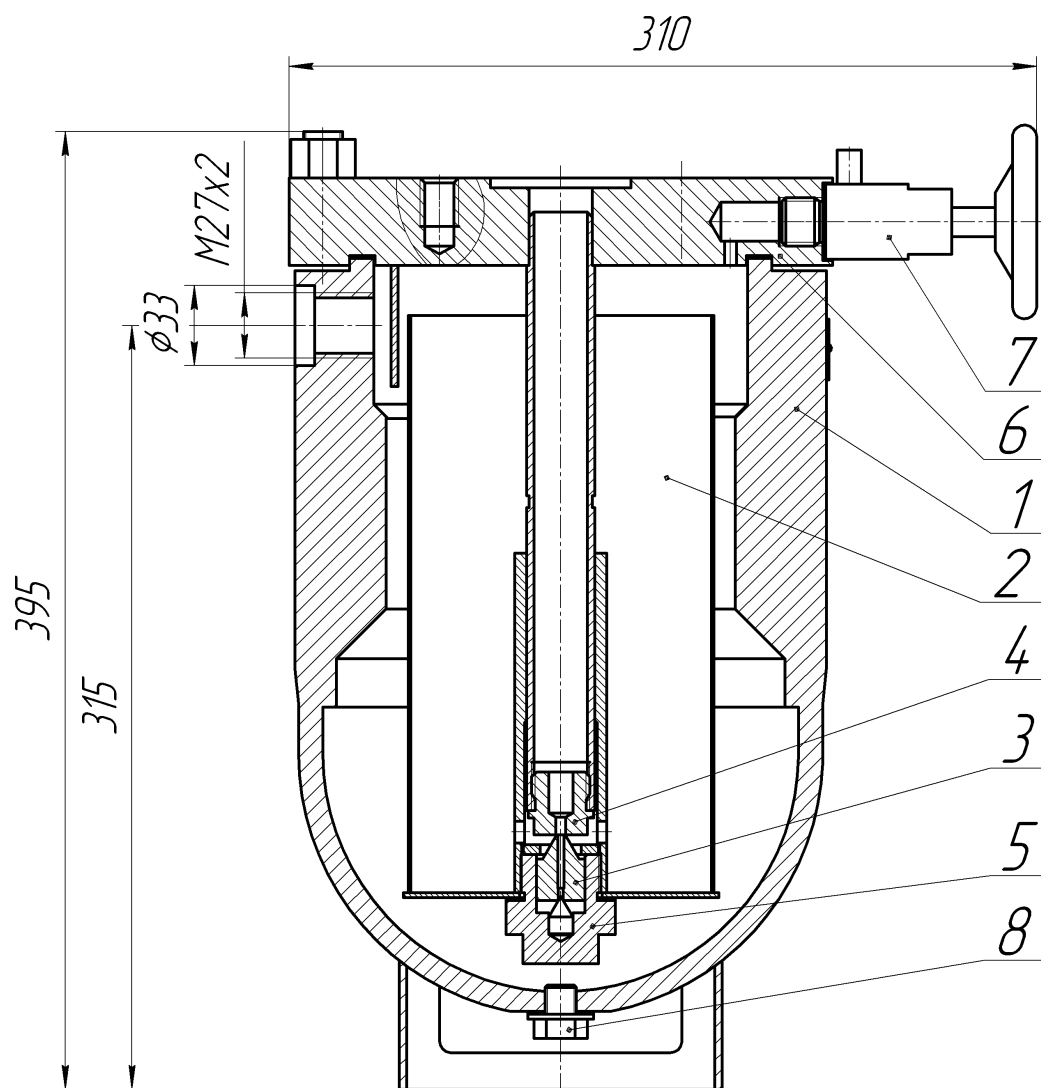

Рисунок 1 – Конденсатоотводчик поплавковый
1.1 Конденсат, попадая в КП (рис. 1) в смеси с паром, заполняет пространство между корпусом 1 и поплавком 2. По мере заполнения корпуса конденсатом поплавки всплывают и клапан 3 закрывает отверстие в гайке штуцера 4.
5.4 Для удаления грязи, оседающей на дно корпуса под поплавком, необходимо 1-2 раза в 3 месяца отвинчивать пробку 8 (рис.1) внизу корпуса и продуть КП.